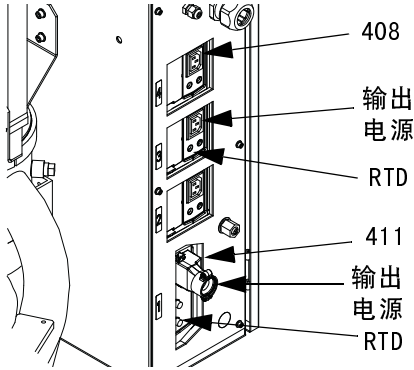

图 49：电气外壳后视图
• 电源输出电缆（请参见图 49）
1. 打开外壳门（402）。断开大功率 TCM（411）的电源输出和 RTD 电缆。请参见图 49。